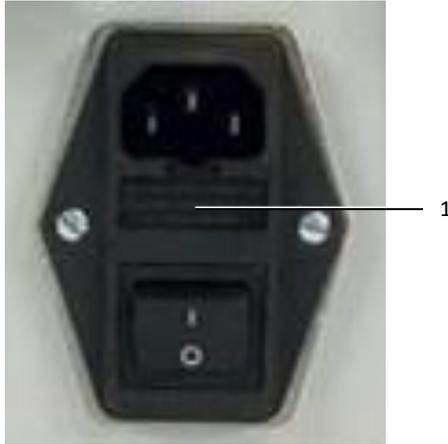

Imagen 36: Abertura del compartimento de fusibles
- Accione la palanca del compartimento (imagen 36, pos. 1) con un destornillador de ranura para extraerlo de la unidad de filtro de red.